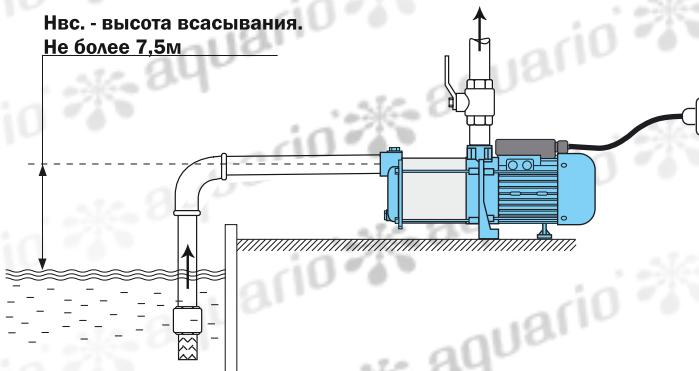

рис. 1
- Всасывание из источника, расположенного ниже уровня установки насоса (колодец, скважина, открытый водоем). Рис.1